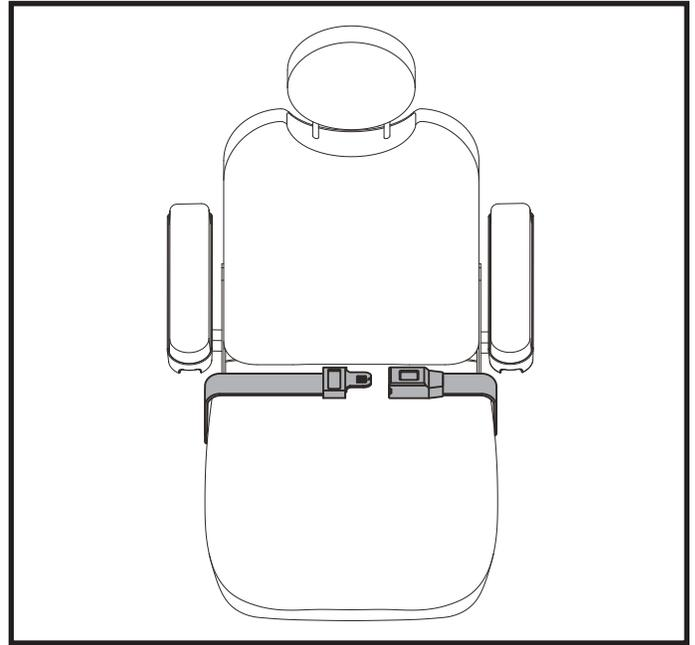

Figura 16. Ajuste del cinturón del seguridad
Su silla eléctrica puede estar equipada con un cinturón de seguridad que puede ajustarse para un mayor confort. Ver figura 16. Su función es evitar que el usuario se deslice hacia delante o hacia abajo. El cinturón no está diseñado para limitar los movimientos.
4. Sentado, introduzca la aleta metálica en el cuadro de plástico de la otra correa y presione hasta oír un clic. Ver figura 16.